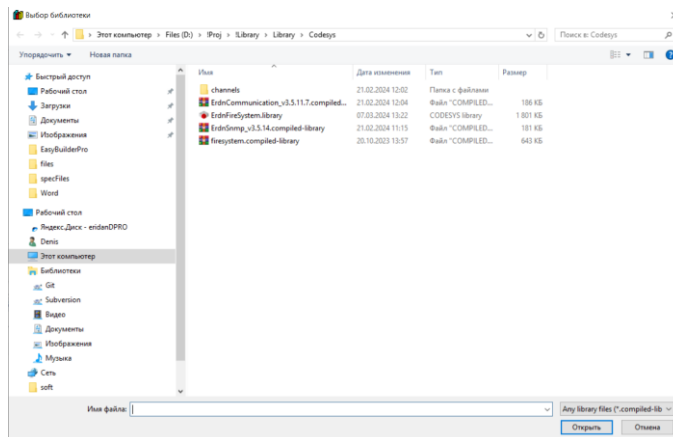

Рисунок 2.4 – Выбор библиотеки
4.4. Выбрать файл компилированной библиотеки «ErndFireSystem.compiled-library» и нажать кнопку «Открыть» (рисунок 2.4).